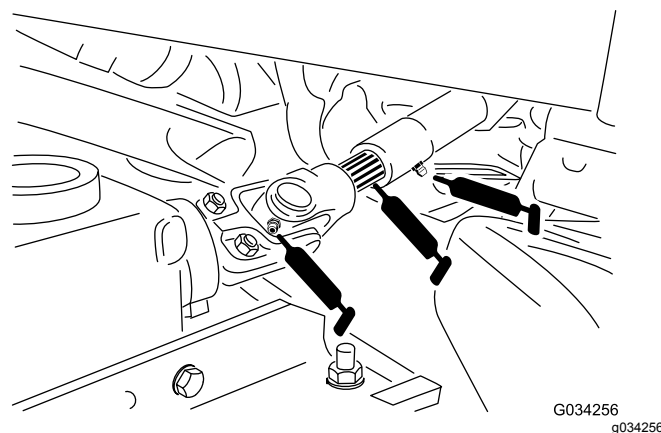

Figura 34
- Eixo universal da tomada de força (Figura 34)